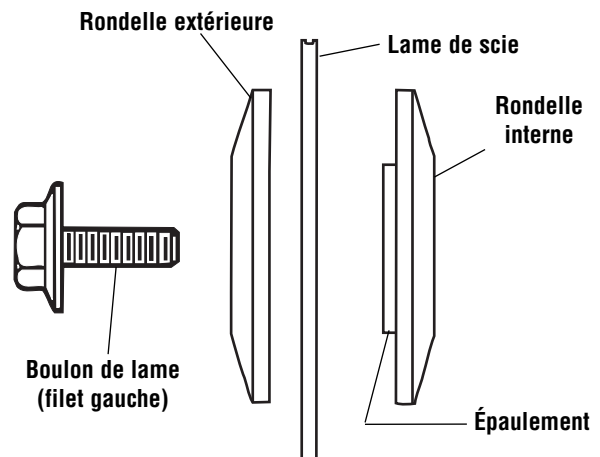

Figure 2. Ferrures de lame
5. Enlevez le boulon de lame, la rondelle extérieure et la lame. N'enlevez pas la rondelle interne (Figure 2).
6. Pour installer la lame de 12 po, ajustez-la entre les déflecteurs de copeaux puis montez-la sur l'arbre et enfin sur l'épaulement de 1 po de la rondelle interne (Figure 2).